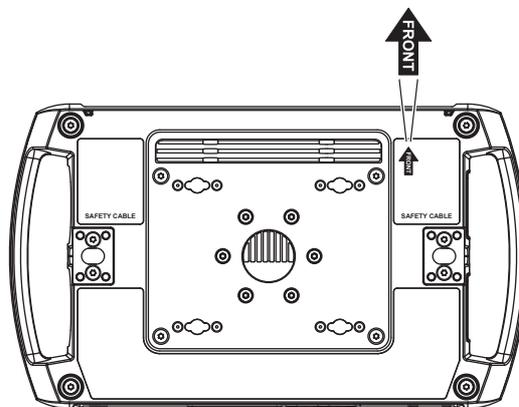

Figure 5 : Orientation de l'appareil
4. Interdisez l'accès à la zone de travail. Voir la Figure 5. Notez la position de la flèche indiquant la partie **AVANT (FRONT)** sur la base de l'appareil. En travaillant à partir d'une plate-forme stable, accrochez l'appareil sur le pont avec la flèche indiquant la partie **AVANT** face à la zone à éclairer. Serrez fermement les colliers de fixation.